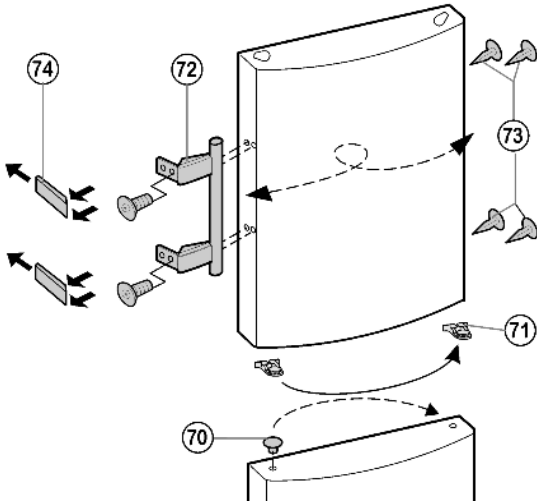

Fig. 18
- ▶ Выведите из фиксатора верхней дверцы пружинный зажим Fig. 18 (71) и переставьте его на новую сторону шарнира.
- ▶ Извлеките пробку Fig. 18 (70) из опорной втулки дверцы и переставьте.
- ▶ Снимите и переставьте на противоположную сторону дверную ручку Fig. 18 (72), пробку Fig. 18 (73) и прижимные пластины Fig. 18 (74).